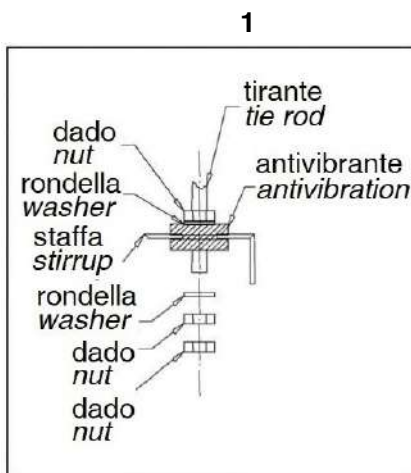
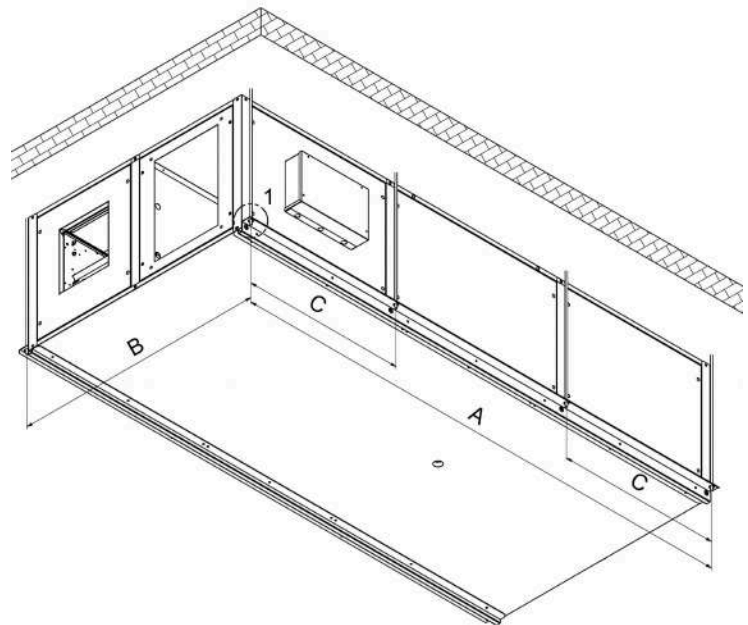

Fig.10A
Fig.10B
VERSIONE ORIZZONTALE (Fig. 10A - Fig. 10B)
1) Eseguire la foratura a soffitto e fissare i tiranti filettati M8 come indicato (Fig. 10A).
2) Posizionare l'unità sui tiranti (1 Fig. 10B).
HORIZONTAL VERSION (Fig. 10A - 10B)
1) Frill the ceiling and fix M8 threaded tie-rods, as indicated in (Fig. 10A).
2) Position the unit on the tie-rods show (1 Fig. 10B).